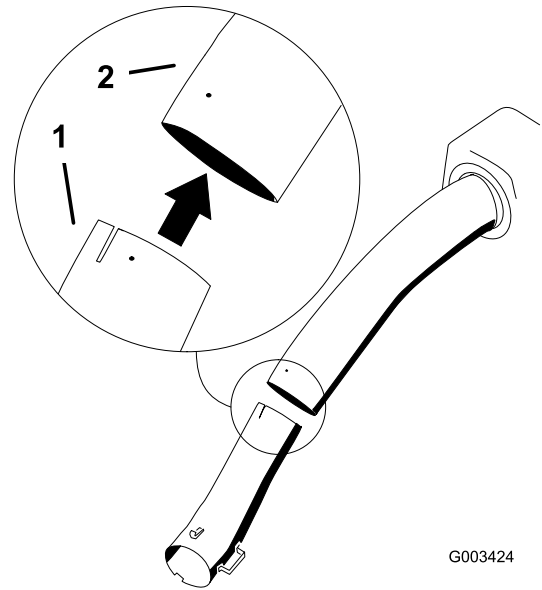

Figura 17
- Instale el tubo inferior en el tubo superior (Figura 17).